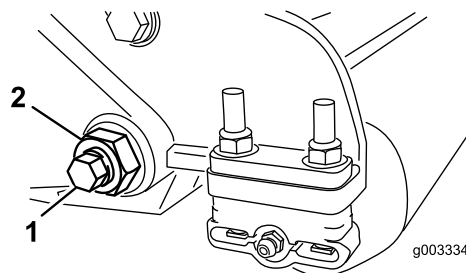
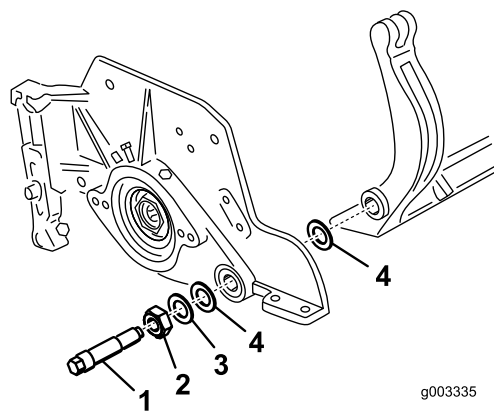

Figura 30
Figura 31
3. En cada lado de la máquina, afloje la contratuerca que fija el perno de la barra de asiento (Figura 30).
4. Retire cada perno de la barra de asiento, para poder tirar de la barra hacia abajo y retirarla de la máquina (Figura 30). Guarde las 2 arandelas de nylon y la arandela de acero troquelado de cada extremo de la barra de asiento (Figura 31).
2. Fije la barra de asiento a cada chapa lateral con los pernos de la barra (con tuercas en los pernos) y las 6 arandelas. Debe colocarse una arandela de nylon en cada lado del saliente de la chapa lateral. Coloque una arandela de acero por fuera de cada arandela de nylon (Figura 31). Apriete los pernos de la barra de asiento a 37-45Nm. Apriete las contratuercas hasta que la arandela de acero exterior deje de girar, y la holgura quede eliminada, pero no apriete demasiado ni desvíe las chapas laterales. Las arandelas del interior pueden tener cierta holgura.